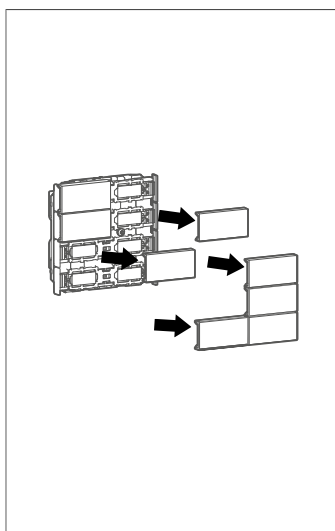

Fig. 19: Rimozione dei pulsanti
- 1 Rimuovere i pulsanti dal modulo pulsante (guardare Fig. 19).